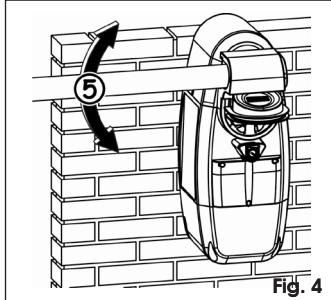

Fig. 4
3. Movimentare manualmente l'asta, Fig. 4.